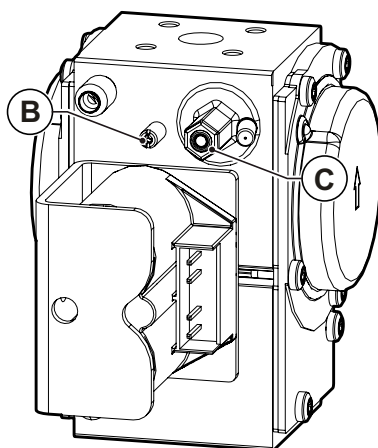

Рис. 38 Регулювання концентрації вуглекислого газу
- Відрегулюйте рівень вмісту вуглекислого газу (CO₂) в димових газах за допомогою відповідного регулятора **В** (дивись Рис. 38 Регулювання концентрації вуглекислого газу) та переконайтеся, що його значення знаходиться у межах, вказаних в Таб. 1 Дані налаштування KR 85 і Таб. 3 Дані налаштування KR 120.
- Відрегулюйте рівень вмісту вуглекислого газу (CO₂) в димових газах, обертаючи гвинт «offset» **С** (дивись Рис. 38 Регулювання концентрації вуглекислого газу) та переконайтеся, що його значення знаходиться у межах, вказаних в Таб. 1 Дані налаштування KR 85 і Таб. 3 Дані налаштування KR 120.